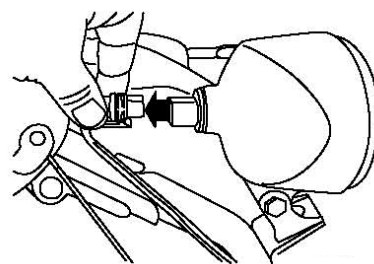

Рисунок 50.
1. Отключите соединитель провода с задней стороны фары (Рис. 50).